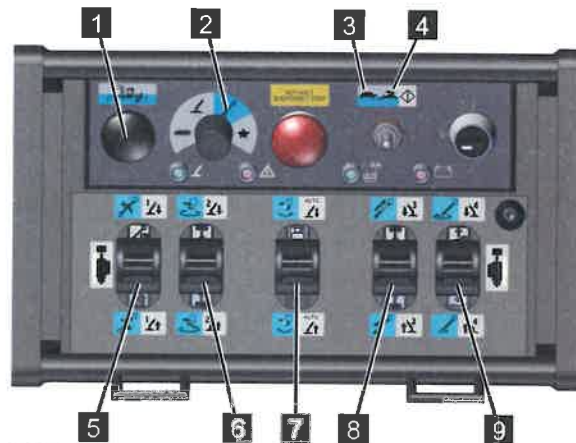

Abb. 125
5. Den Funktionswahlschalter an der Steuerung auf [Bühnenfunktion] (blau) (Abb.125/2) stellen.
6. Mit dem Betriebswahlschalter an der Steuerung die Geschwindigkeit [Kriechgang] (Abb.125/3) oder [Eilgang] (Abb.125/4) wählen.
7. In bestimmten Bereichen ist es erforderlich den Kollisionstaster zu betätigen. Hierzu muss der Kollisionstaster (Abb.125/1) gleichzeitig mit dem gewünschten Steuerhebel gedrückt werden.
8. Bühne mit den Steuerhebeln (Abb.125/5,6,7,8 und 9) gemäß nachfolgender Tabelle bedienen.
| Steuerhebel (Abb.125/5) |  | Teleskoparm heben |
| Steuerhebel (Abb.125/6) |  | Arbeitskorb dreht sich im Uhrzeigersinn (von oben gesehen) |
| Steuerhebel (Abb.125/7) |  | Korbarm heben |
| Steuerhebel (Abb.125/8) |  | Teleskoparm austeleskopieren |
| Steuerhebel (Abb.125/9) |  | Bühne im Uhrzeigersinn drehen (von oben gesehen) |